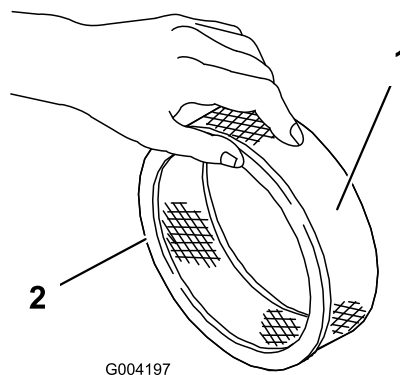

Figura 27
5. Inspeccione el elemento de papel por si estuviera roto, tuviera una película aceitosa o la junta de goma estuviera dañada (Figura 27).
1. Deslice cuidadosamente el prefiltro de gomaespuma sobre el elemento de papel (Figura 27).